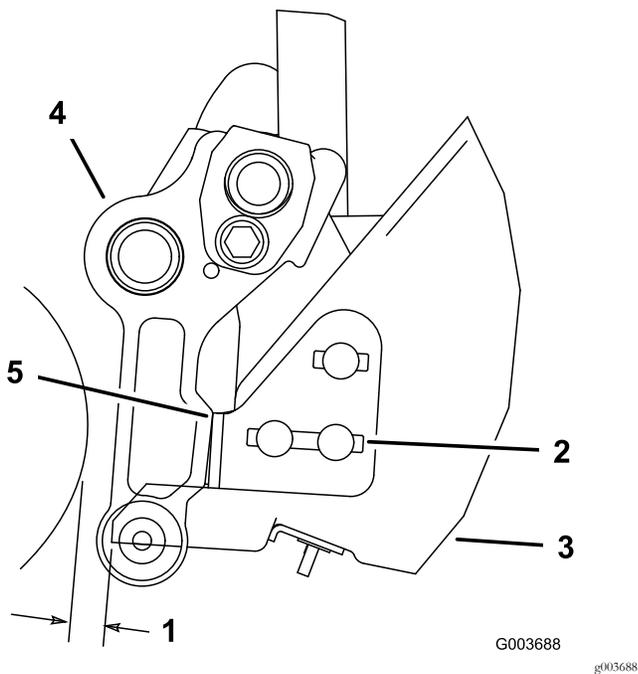

Figura 13
1. Su ciascun lato del cesto, allentate i dadi dei bulloni a testa tonda che fissano le staffe di fermo al cesto (Figura 13).
2. Posizionate il cesto in modo tale che sia parallelo all'apparato di taglio con un gioco minimo di 6 mm tra il bordo del cesto e il cilindro (Figura 13).